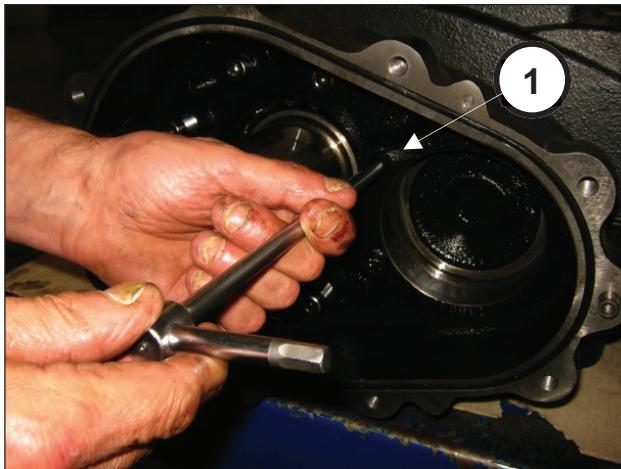
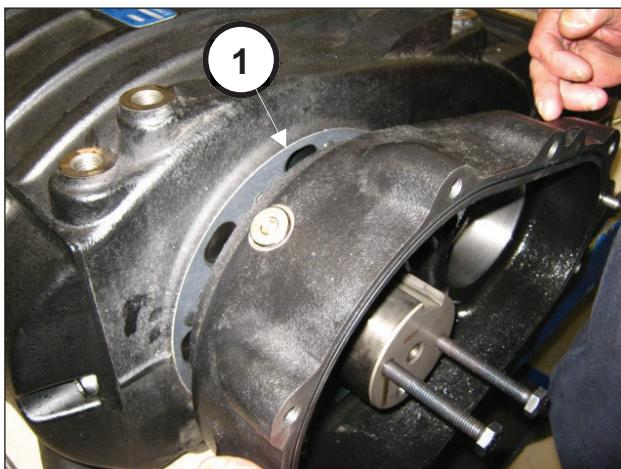

Abb. 22
Abb. 23
Lösen Sie an der entgegengesetzte Seite die Befestigungsschrauben des Getriebegehäuses (Pos. ①, Abb. 22) und nehmen Sie dann das Gehäuse ab (Pos. ①, Abb. 23).